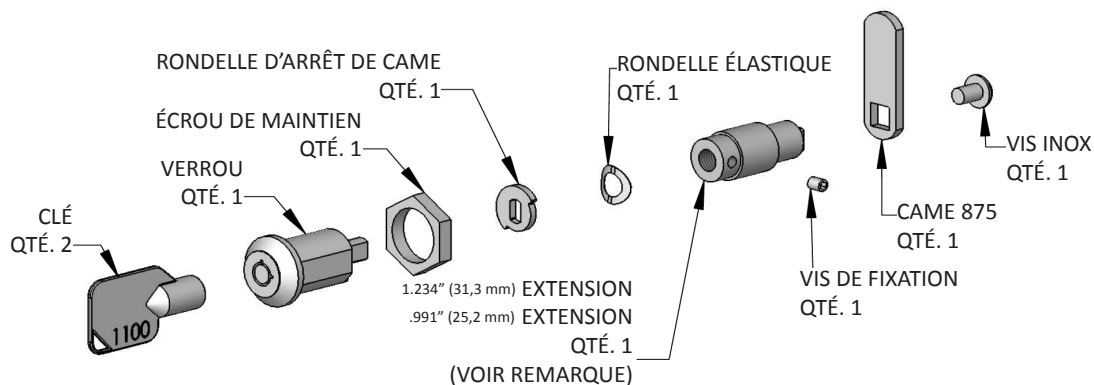

Figure 10
Deux (2) extensions de verrouillage sont fournies avec le verrou. Utilisez l'extension la plus longue pour un panneau de revêtement d'épaisseur 3/4" et la plus courte pour un panneau d'épaisseur 5/8". Assemblez l'extension de verrouillage, une rondelle d'arrêt de came, une rondelle élastique et une vis de fixation sur le verrou comme montré aux Figures 10 et 11.